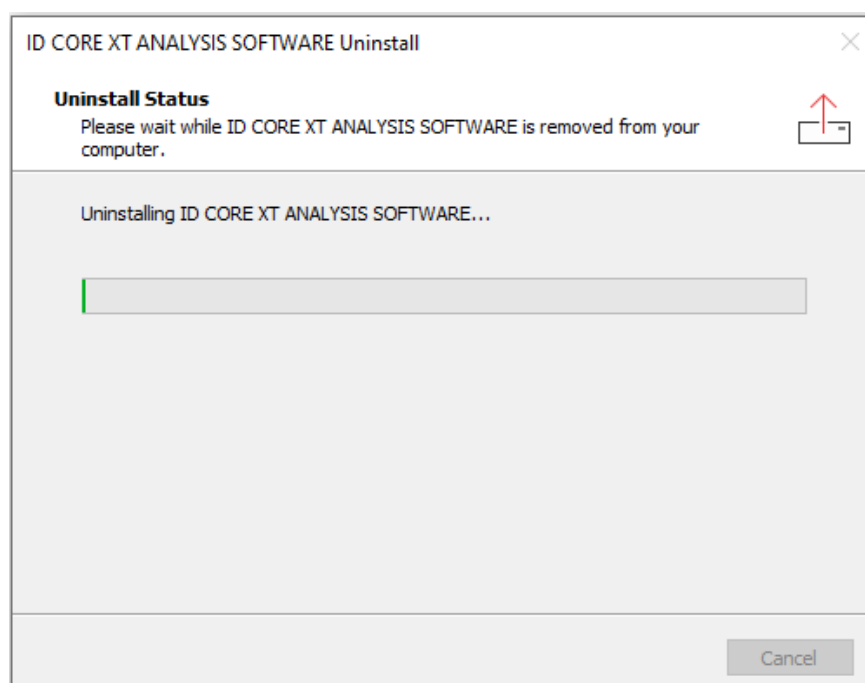
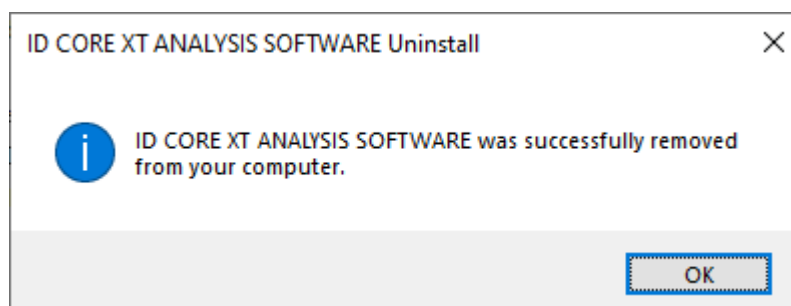

Figura 8: Barra de progreso durante el proceso de desinstalación.
Figura 9. Mensaje de información que indica que la aplicación se ha desinstalado
7. Una vez que la barra de progreso haya terminado (Figura 8), haga clic en **OK** (**Aceptar**) (Figura 9).